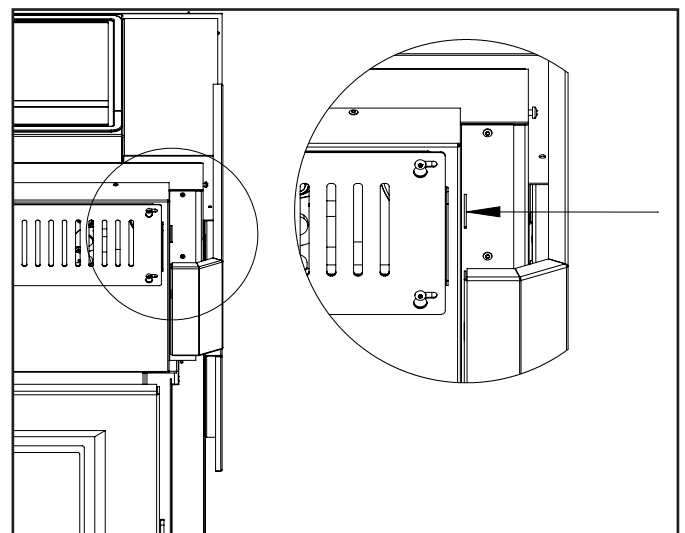

Figure 14: Fente d'installation d'extensions de côtés.
15. Installez les extensions de côtés. La bride à l'avant glissera dans la fente à l'avant de l'assemblage HFK. (Figure 14)